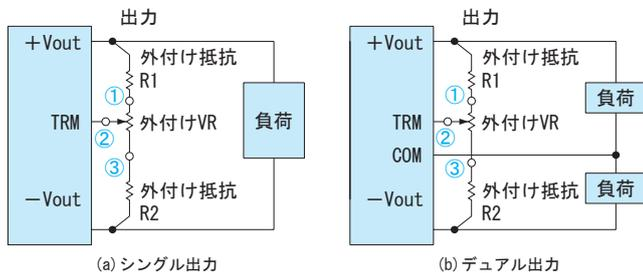

図1.1 外付け部品の接続方法
■ボリューム（VR）と抵抗（R1, R2）を図1.1のように接続することで出力電圧を可変できます。